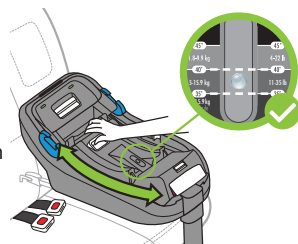

Figure 48
- Tirez et tenez la poignée de réglage du mécanisme d'inclinaison et faites pivoter le mécanisme d'inclinaison, comme illustré à la **Figure 48**, dans la position d'inclinaison maximale qui garde une partie de la bulle dans la plage spécifiée sur l'indicateur d'inclinaison pour le poids de l'enfant.